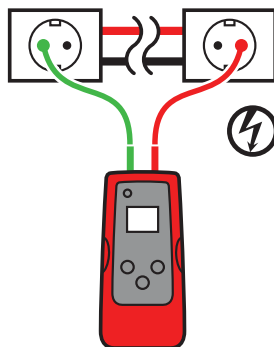

Figura 3.1a
2. Ligue o cabo de teste vermelho ao cabo de linha com eletricidade (do lado da carga no sistema). O sinal APENAS será transmitido entre a tomada à qual o transmissor está ligado e fonte de alimentação (ver Figura 3.1a). (consulte a secção 2.2 para obter mais informações).